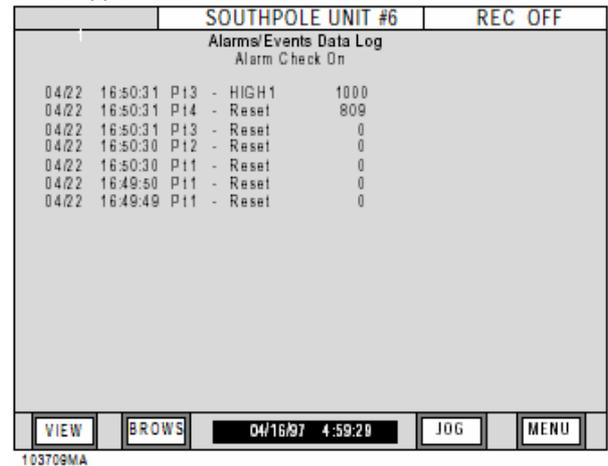
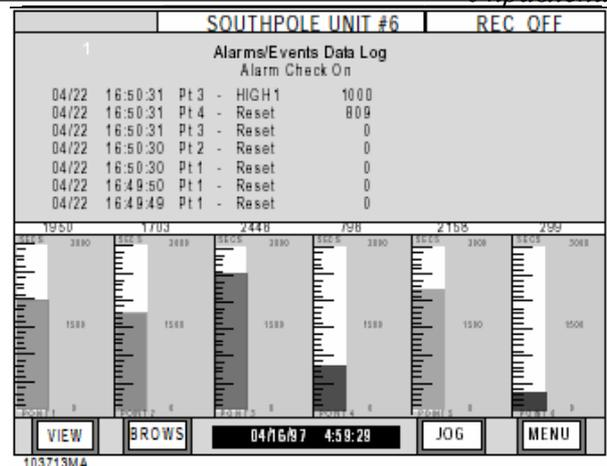

Рис. 3-12 Протокол тревоги/события
Рис. 3-16 Протокол тревоги/события сверху, вертикальная гистограмма снизу
Для каждого из трех цифровых входов Вы можете независимо задавать тексты, описывающие внешние события: по одному для закрытого и открытого входного контакта. Данные тексты событий могут быть длиной до десяти знаков; они задаются в меню параметрирования, пункт "Digital I/O - Event msgs" ("Цифровой ввод/вывод - тексты событий"; см. главу 4). В протоколе текст события появляется в формате "Дата - Время – Идентификация переключателя ('Sw X') – Текст события". Стандартными текстами события являются "CLOSE" ("закрыто") и "OPEN" ("открыто"). Рис. 3-12 показывает типичный протокол данных.
9. Протокол тревоги/события сверху, вертикальная гистограмма снизу - При циклическом прохождении видов далее следует разделенный экран, включающий все элементы рис. 3-12 и 3-9. Этот вид представлен на рис. 3-16.